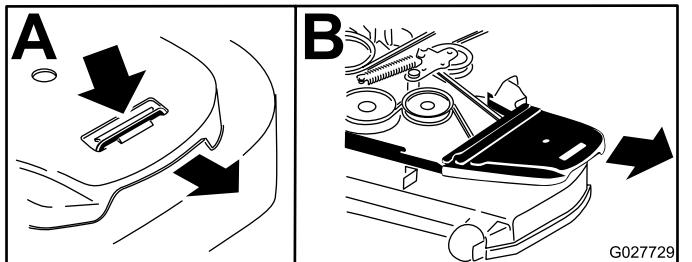

Bild 72
5. Entfernen Sie die Riemenabdeckung aus Kunststoff (Bild 72).
- Entfernen Sie die Riemenabdeckungen (Bild 72).